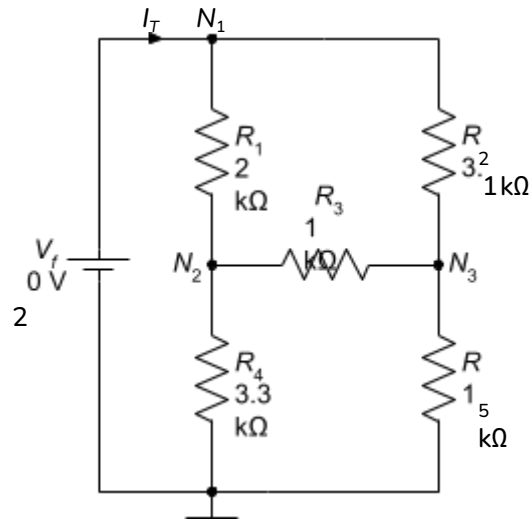

Figura 4.1: Circuito de comprobación de análisis de mallas y análisis de nodos.
4. Se simulará el circuito de la figura 4.1. Haga clic en Edit-->Resistor (o presione la tecla R) para agregar una resistencia.
8. Proceda a construir el resto del circuito de medición de la figura 4.1.
1. Construya el circuito de medición de la figura 4.1 utilizando la protoboard.